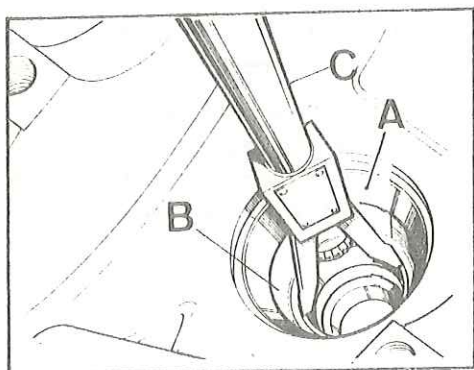

Fig. E-73 Desmontaje a presión de las pistas de los cojinetes
- 1.8. Con el extracto 191652, C, extraer la pista, B (Fig. E-73) del cojinete del extremo de la brida y la pista, A, del cojinete de cabeza del piñón de ataque. Retirar también los suplementos de reglaje de altura existentes entre el cárter del diferencial y la pista desmontada, A.